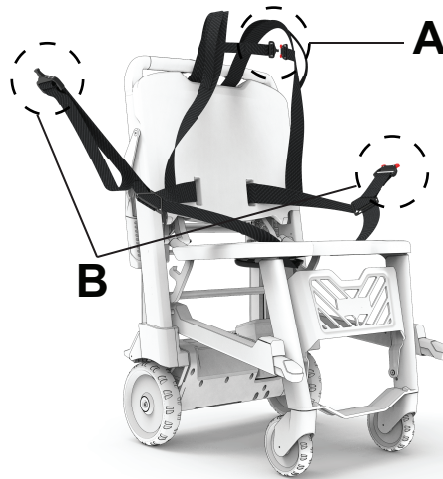

Abbildung 27 – Schulter- und Tailenhaltegurt festschnallen
9. Die Schultergurte (A) am Brustkorb festschnallen (Abbildung 27).
10. Den Tailenhaltegurt (B) quer über den Schoß/die Taille des Patienten ziehen (Abbildung 27). Den Haltegurt je nach Bedarf verlängern.